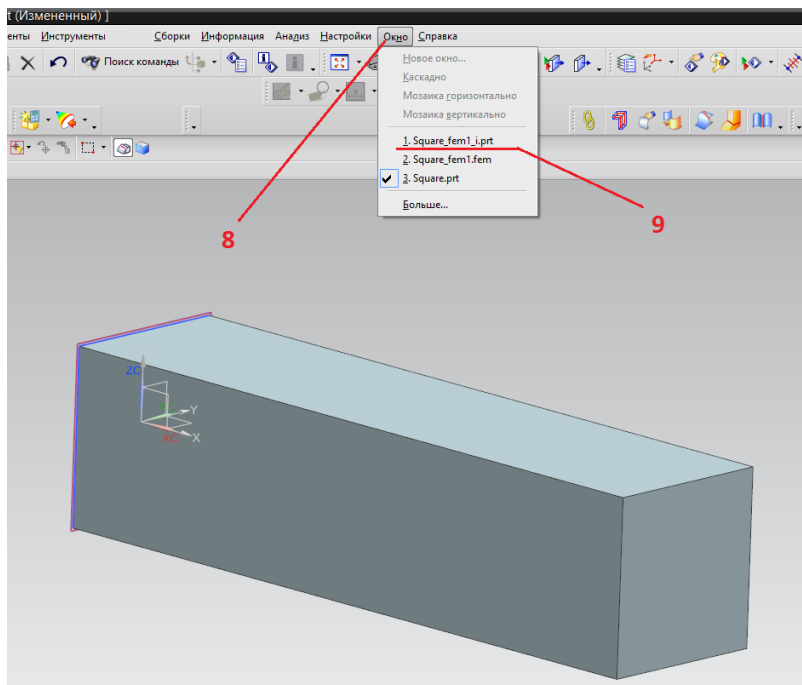

Рисунок 5. Окно настройки для воспроизведения расчет на кручение нашей балки
После этого на экране сразу появится fem-модель, но сначала в нее необходимо добавить один элемент, а именно точку, которая потребуется, чтобы произвести расчет на кручение нашей балки (рисунок 5). Для этого зайти во вкладку «**Окно**» (8) на панели инструментов и выбрать модель (9). После этого выйдет окно с предупреждением «**IdealizedPartWarning**», нужно нажать «**ОК**».